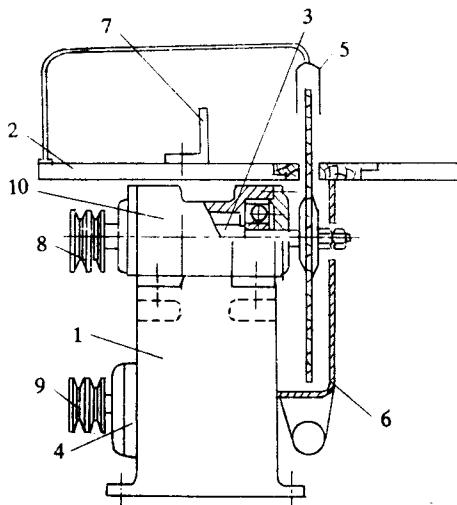
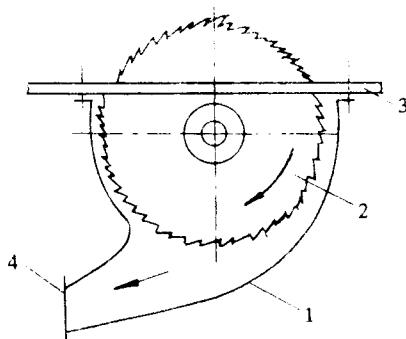

图 1-10 普通圆锯机
图 1-11 排屑罩
(1) 普通圆锯机。普通圆锯机的构造与传动原理, 见图 1-10。这种圆锯机主要用于木材的纵向锯割。它由机身、工作台、锯轴、驱动电机、防护罩、排屑罩、导向板、轴承座及上、下皮带轮等组成。锯片的转动是由电动机通过三角皮带轮直接驱动锯轴来实现的。电动机通过支架安装在机身上, 皮带的松紧度可以调节。排屑罩固定在工作台下部, 把下半锯片全部罩住, 见图 1-11。